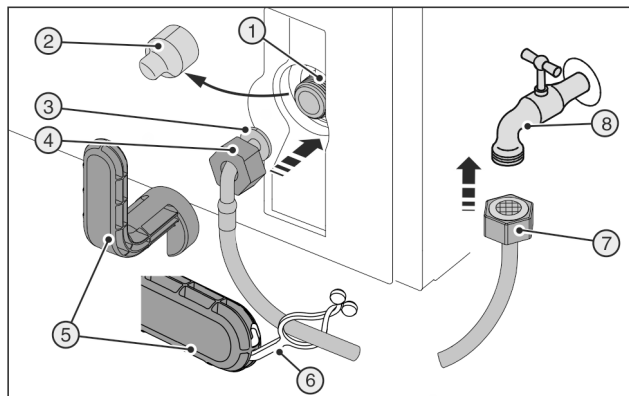
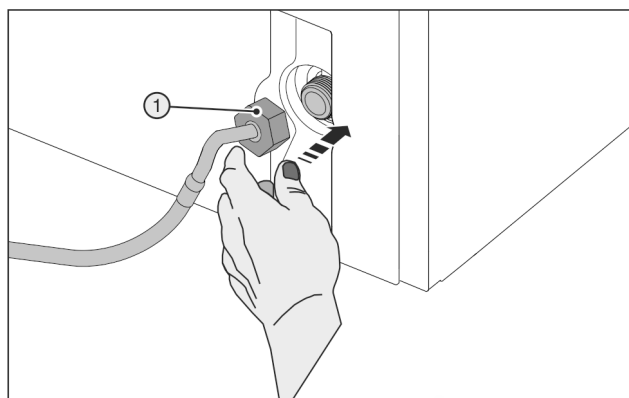

Fig. 28
Fig. 29
破损的辅助工具 Fig. 28 (5)！
- ▶ 只能在室温下使用辅助工具 Fig. 28 (5)。
- ▶ 拆下盖子 Fig. 28 (2)。
- ▶ 略微装配：将直软管端 Fig. 28 (7)向左置于地面。
- ▶ 将螺母 Fig. 28 (4)推至软管弯折端 Fig. 28 (3)上方末端并固定。
- ▶ 小心装上螺母 Fig. 29 (1)并用两根手指将其垂直拧到螺纹上，直至达到紧固位置。
- ▶ 使用辅助工具 Fig. 28 (5)顺时针拧紧螺母 Fig. 29 (1)，直至达到最大扭矩并且辅助工具 Fig. 28 (5)旋紧。
- ▶ 将螺母 Fig. 28 (7)拧到截流阀 Fig. 28 (8)上。
- ▶ 使用辅助工具 Fig. 28 (5)顺时针拧紧螺母 Fig. 28 (7)，直至达到最大扭矩并且辅助工具 Fig. 28 (5)旋紧。
- ▶ 打开供水截流阀 Fig. 28 (8)并检查整个水系统的密封性。
- ▶ 将连接板 Fig. 28 (6) 卡入辅助工具 Fig. 28 (5) 内并固定在不锈钢软管上，以便于保存。